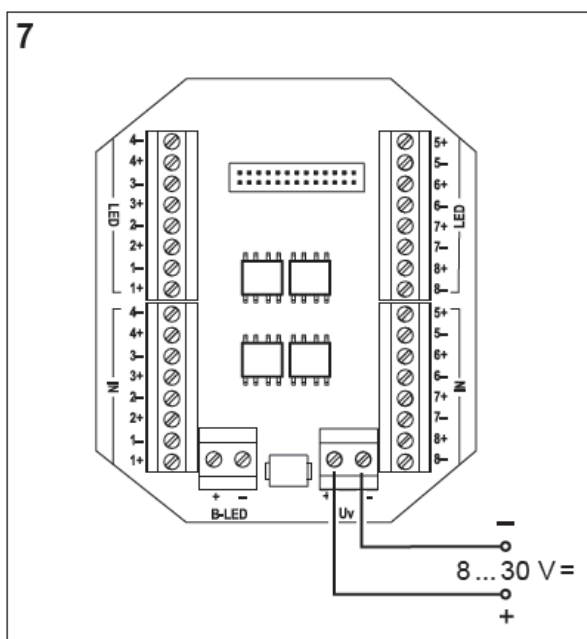

Figura 7
- Conducir el conductor + del suministro de corriente al borne + de los bornes de conexión **Uv** en el adaptador (figura 7) y apretar los bornes.
- Conducir el conductor – del suministro de corriente al borne – de los bornes de conexión **Uv** en el adaptador (figura 7) y apretar los bornes.